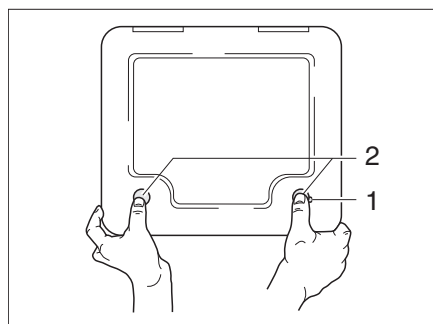

Fig. 102 Sportello per la cassetta Thetford
- Aprire lo sportello della cassetta Thetford all'esterno del veicolo. Inserire la chiave nel cilindro della serratura a pressione (Fig. 102,1) e ruotare in senso orario di un quarto di giro.
- Premere contemporaneamente con i pollici entrambe le serrature a pressione (Fig. 102,2) e aprire lo sportello per la cassetta Thetford.